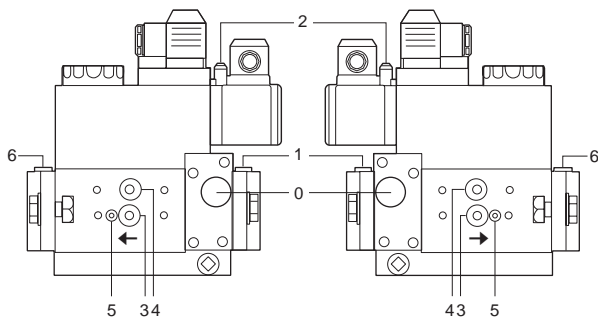

Fig. 23
- Pulizia filtri valvole gas (Fig. 23 e seguenti).